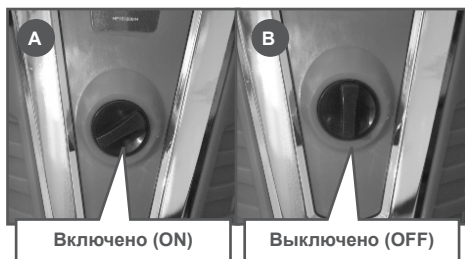

Рис. 9 Положение выключателя аппарата
4. Переведите выключатель аппарата в положение «ON» (Включено) (Рис. 9А). Электродвигатель включится на короткий промежуток времени и сразу выключится.
1. Установите выключатель в положение «Выключено» (Рис. 9В).